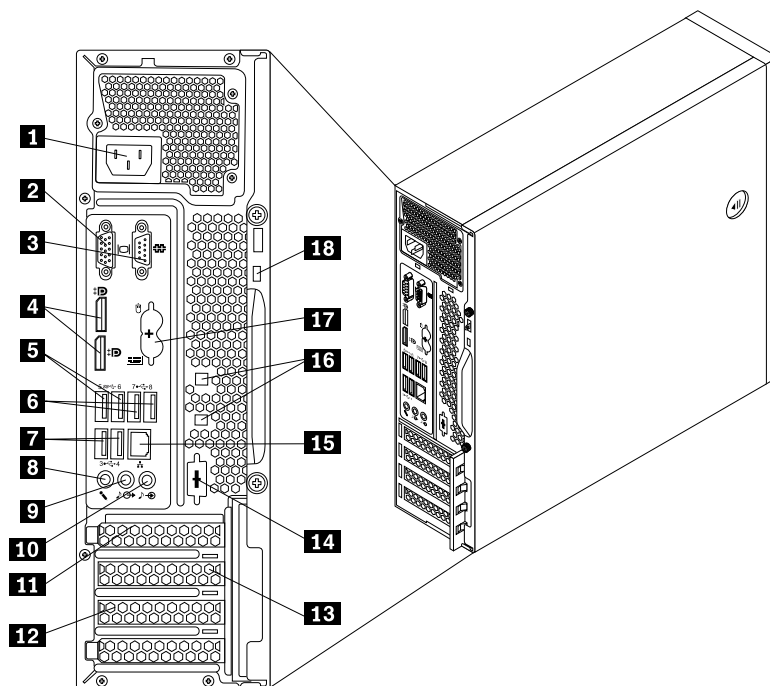

Figure 3. Emplacement des connecteurs arrière sur un ordinateur ThinkCentre M83
- Figure 3 « Emplacement des connecteurs arrière sur un ordinateur ThinkCentre M83 » à la page 12 L'illustration suivante présente les connecteurs disponibles à l'arrière d'un ordinateur ThinkCentre M83. Certains sont identifiés par une couleur pour vous aider à déterminer où brancher les câbles sur l'ordinateur.